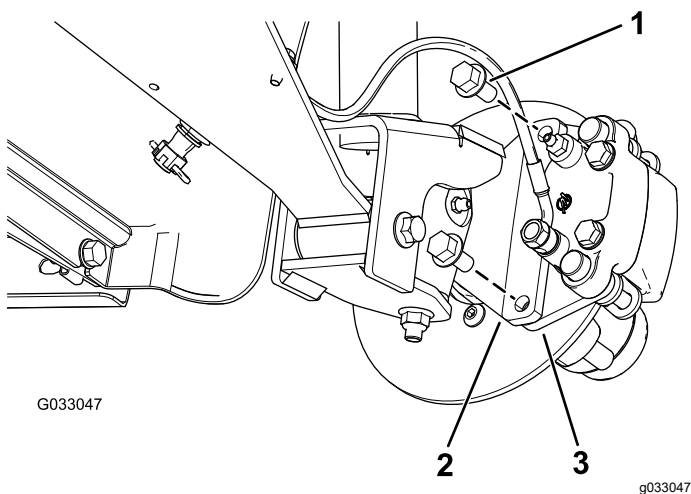
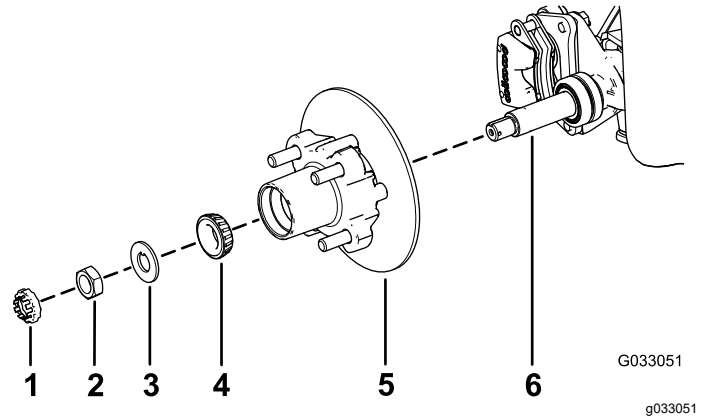

Figura 29
Figura 33
3. Retire los pernos con arandela prensada ($\frac{3}{8}$ " x $\frac{3}{4}$ ") que sujetan el soporte del conjunto de freno al eje y separe el freno del eje (Figura 29).
1. Aplique una ligera capa de grasa del tipo especificado en el eje (Figura 33).
2. Monte el cubo y el rotor en el eje con el rotor hacia dentro (Figura 33).
3. Monte el cojinete exterior en el eje y acople el cojinete al anillo de rodadura exterior (Figura 33).
4. Monte la arandela con pestaña en el eje (Figura 33).
5. Enrosque la tuerca en el eje y apriete la tuerca a 15 N·m, girando el cubo para asentar el cojinete (Figura 33).
2. Alinee las pastillas de freno en cada lado del rotor (Figura 29) y los taladros del soporte de la pinza con los taladros de montaje del freno de la mangueta (Figura 33).
3. Sujete el soporte de la pinza a la mangueta (Figura 29) usando los 2 pernos con arandela prensada ($\frac{3}{8}$ " x $\frac{3}{4}$ ").